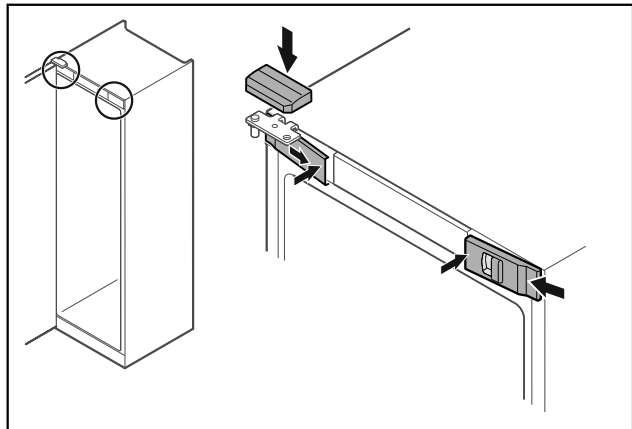

Fig. 50
- Agganciare le coperture anteriori Fig. 50 (1) di lato e innestarle all'interno.
- Innestare la copertura superiore Fig. 50 (2) dall'alto.